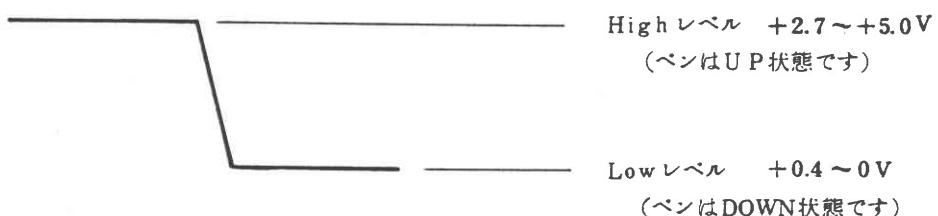

図 7. リモートペンコントロール信号
⑥-1 ペン上下のリモートコントロール
リアコネクタ（外部入力コネクタ）の⑪⑭ピン間にリモートコントロール信号を接続することによりペンの上下を制御することができます。このコントロールを行う場合はパネル面の「PEN」スイッチは「UP」にしておいてください。信号はコモン側を⑭ピンに、信号側を⑪ピンに接続してください。この信号は接点（スイッチまたはリレー）または半導体スイッチ（トランジスタまたはTTL IC）でコントロールしますが波形は図7を参照してください。制御電流はLow レベルが0Vのとき約1mAです。